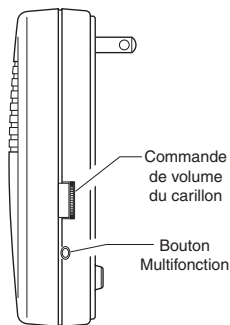

Figure 2
4. Réglage du volume. Débranchez le carillon et réglez le volume à la puissance souhaitée (voir la Figure 2). Rebranchez le carillon dans la prise électrique.